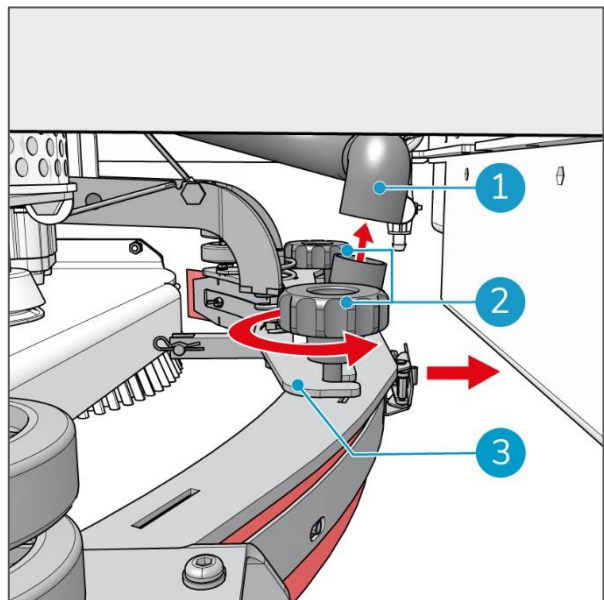

Figura 33
6. Rimuovere il tubo di aspirazione dal manicotto del tubo flessibile (Figura 33, pos 1).
7. Allentare le due manopole rotanti (Figura 33, pos 2).
8. Tirare indietro il corpo del tergipavimento, esternamente alla piastra di sollevamento del tergipavimento (Figura 33, pos 3).